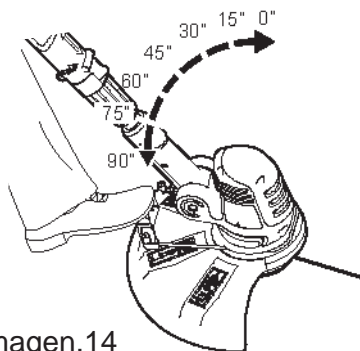

Imagen.14
- > Cambiar el ángulo de corte le permitirá cortar hierba en lugares de difícil acceso, por ejemplo debajo de un banco o cuando cuelga de una pared. Pise el pedal de la carcasa del motor e incline el eje extensible. Existen 7 ángulos de inclinación posibles (Imagen 14).